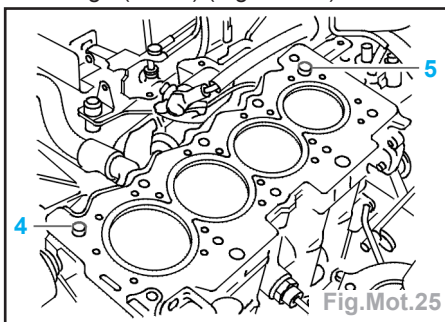

Fig.Mot.25
- Contrôler la présence des 2 goupilles de centrage (4 et 5) (Fig.Mot.25).